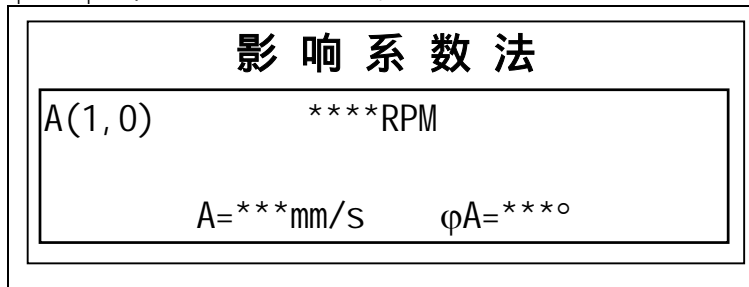

图4-35
按|回车|键，屏幕显示如图4-35。
(3) 在图4-35中，当转速值稳定在动平衡转速，振动值A、角度值φA读数稳定时，按|保持|键锁定读数，屏幕的右上角显示“**”。